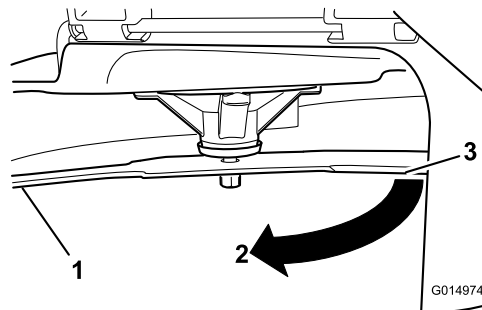

Figure 53
4. Tournez la même lame de 180 degrés pour amener le tranchant opposé à la même position (Figure 53).